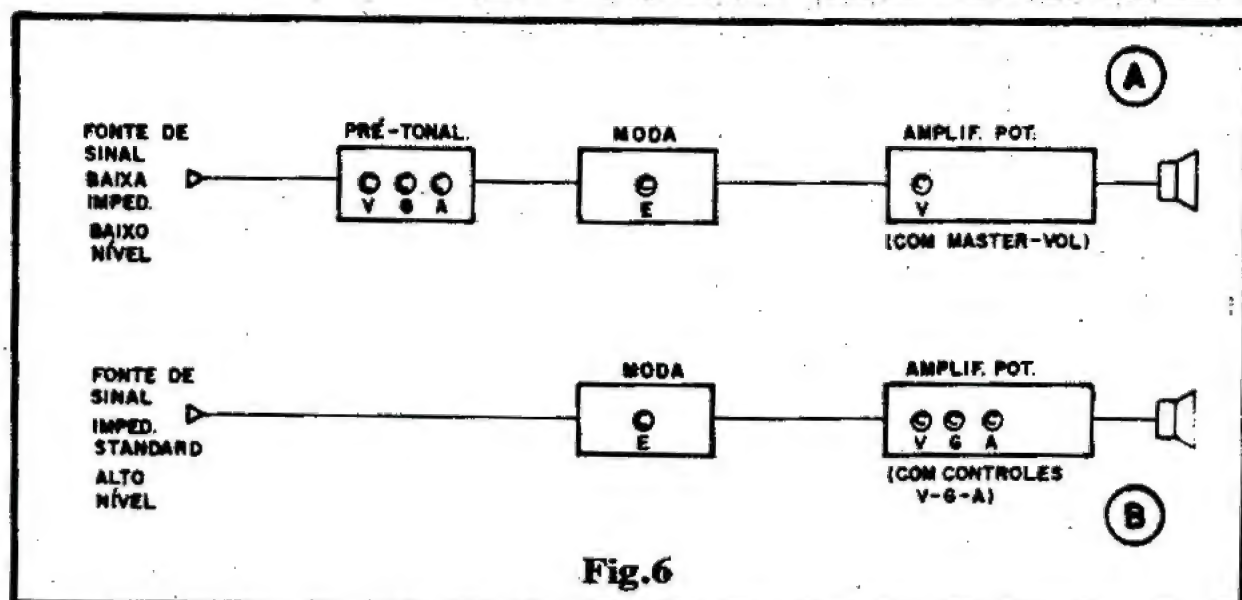

Fig.6
- **FIG. 6 - INSTALAÇÕES BÁSICAS** - As características de impedância mais ou menos "standardizadas" do MODA-CRE-2, tanto em sua Entrada quanto em sua Saída, permitem o seu fácil acoplamento em qualquer sistema de som já existente, normalmente requerendo apenas a "intercalação" entre a fonte de sinal/pré-amplificador e o amplificador de Potência... É sempre bom, porém, para se obter o máximo, "casar" da melhor maneira possível o conjunto. Vejamos: (6-A) Se a fonte de sinal apresente baixa impedância e baixo nível, convém preceder o MODA-CRE-2 por um módulo tipo "pré-tonal" (pré-amplificador conjugado com circuitos equalizadores de tom ativos), caso em que o amplificador final, ligado à Saída do MODA-CRE-2 pode apresentar, como único controle, um knob para volume-master... (6-B) Já se a fonte de sinal apresenta impedância standart (entre 10K e 100K) e bom nível de sinal (tape-decks, sintonizadores, teclados eletrônicos, etc.), pode ser ligada diretamente à Entrada do
fig. 6-A, dependendo dos ajustes feitos no módulo pré-tonal, pode tornar-se necessária uma alteração no ajuste do dito trim-pot, de modo a novamente posicionar os níveis internos de sinal, em função da sua componente C.C., para correta manipulação pelo BBD...